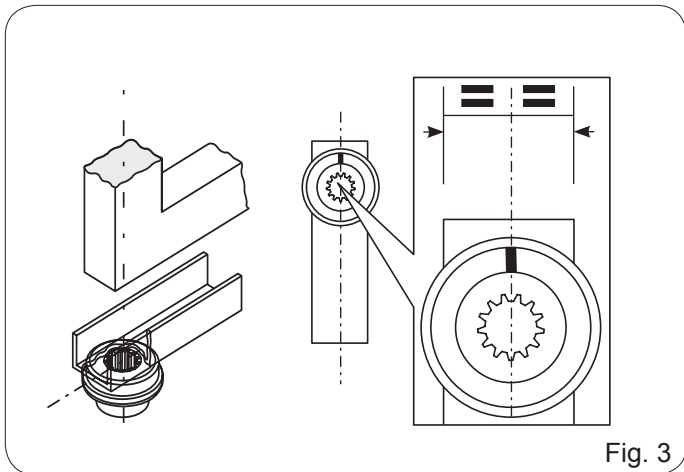
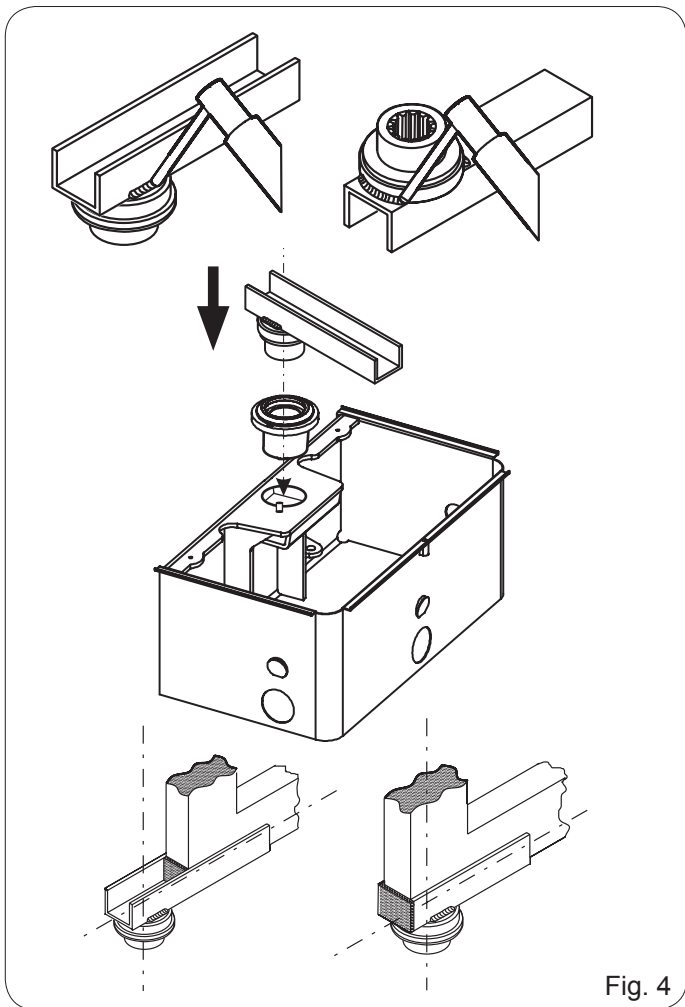

Fig. 3
Fig. 4
- Coloque los componentes del kit junta acanalada como se indica en la Fig. 3 y en la Fig. 4, prestando atención a respetar el posicionamiento de la referencia situada en la junta acanalada. Suelde el perfil en U a la junta acanalada como se muestra en la Fig. 4.
- Plaats de onderdelen van de kit met groefverbinding zoals aangegeven in Fig. 3 en Fig. 4 met inachtneming van de markering op de groefverbinding; las het U-profiel aan de groefverbinding zoals geïllustreerd in Fig. 4